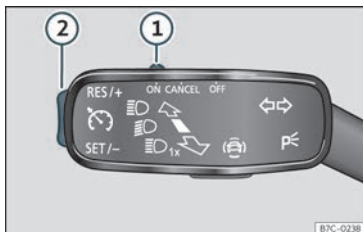

Fig. 206 No manípulo dos indicadores de mudança de direção: comandos para a utilização do GRA.
- Desloque o comando >>> **Fig. 206 (1)** até **ON**.
- Pressione o botão >>> **Fig. 206 (2)** na zona **SET/-**.
- Desloque o comando >>> **Fig. 206 (1)** até **CANCEL** ou carregue no travão.
- Pressione o botão >>> **Fig. 206 (2)** na zona **RES/+**.
Enquanto o GRA regula pode ajusta-se a velocidade guardada com a tecla >>> **Fig. 206 (2)**:
- Para aumentar em passos de 1 km/h (1 mph) pressione brevemente o botão >>> **Fig. 206 (2)** na zona **RES/+**.
- Para aumentar a velocidade ininterruptamente mantenha pressionado o botão >>> **Fig. 206 (2)** na zona **RES/+**.
- Para reduzir em passos de 1 km/h (1 mph) pressione brevemente o botão >>> **Fig. 206 (2)** na zona **SET/-**.
- Para reduzir a velocidade ininterruptamente mantenha pressionado o botão >>> **Fig. 206 (2)** na zona **SET/-**.
- Desloque o comando >>> **Fig. 206 (1)** para **OFF**.